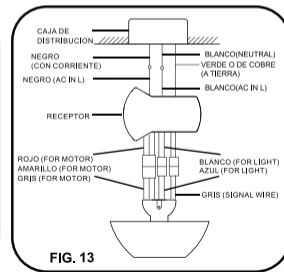

FIG. 13
Paso 4. Motor de cables del receptor conexiones eléctricas conectar las 4P - 4P para el motor / 2p - 2p para la luz / gris * gris para la señal desde el motor hasta el receptor. (Fig. 13)